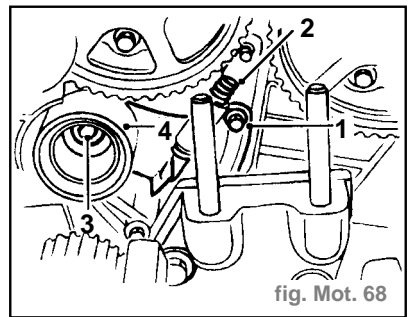

fig. Mot. 68
- Enlever le boulon (1) maintenant la plaque de fond de tendeur de courroie de distribution sur la culasse (fig. Mot. 68).